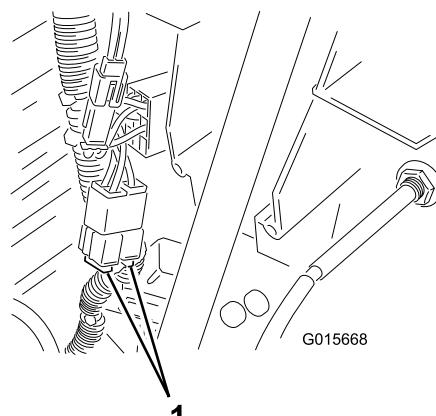

Figure 27
- Soulevez le capot et repérez le fusible sous le réservoir à carburant (Figure 27).